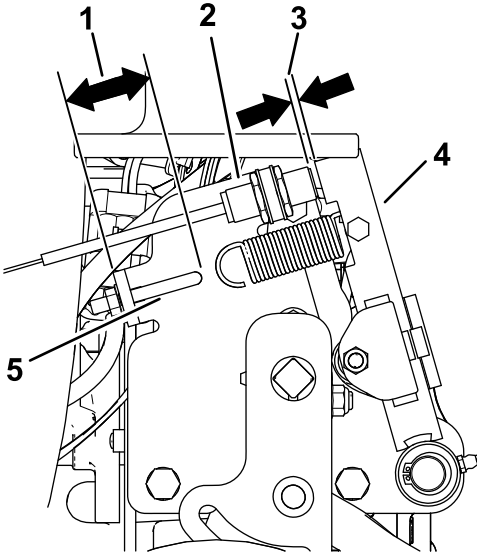

图7
1. 如图7所示调整弹簧上的张紧力。
2. 如图7所示调整空档开关。